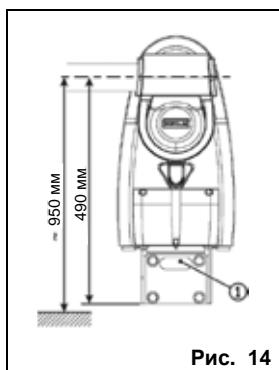

Рис. 14
В настенном исполнении электрические кабели допускается заделывать в стену и выводить в месте крепления привода (рис. 14, поз. 1) или выполнять наружную проводку, пряча кабели в соответствующие короба или каналы. Более подробные сведения по размещению кабелей приведены в разделе 4.3.1
- Отметить на стене место установки планки, учитывая размеры, приведенные на рис. 14. Рекомендуется устанавливать привод таким образом, чтобы стрела находилась приблизительно на высоте 1 метра от земли.